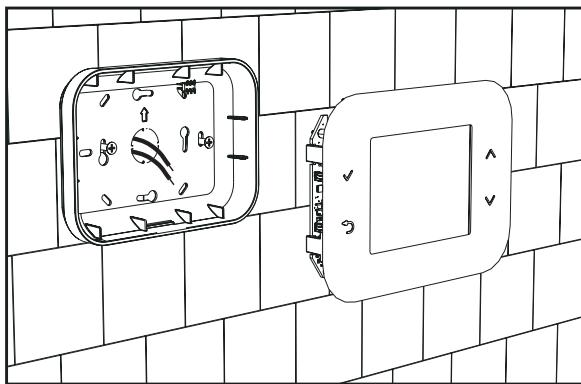

fig. 7
2. Fixer la face arrière directement au mur ou aux boîtes de dérivation 2 ou 3 modules en utilisant les trous pour vis prévus à cet effet, en prenant garde à faire passer les fils à travers les découpes comme le montre la fig. 7.